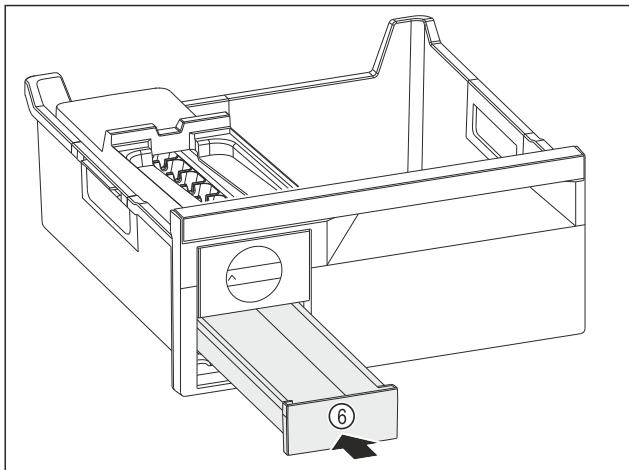

Fig. 90
► Insérer le compartiment à glaçons Fig. 90 (6).